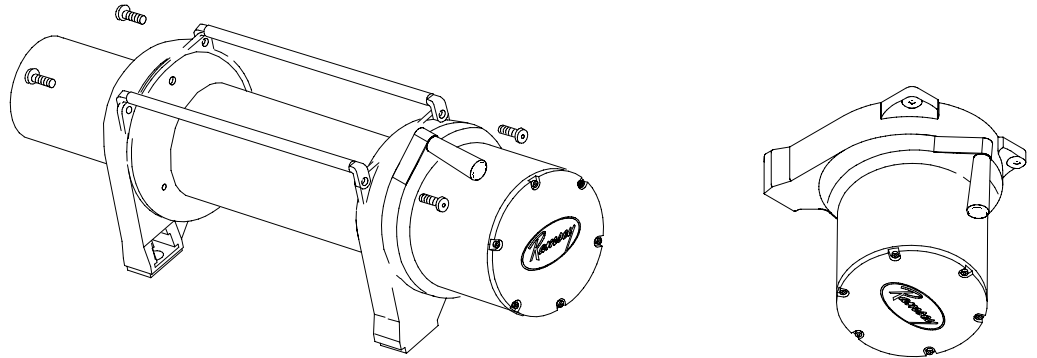

FIGURE 7
1. Placer le treuil de la manière illustrée à la figure 7. Retirer les vis des barres d'attache (à l'extrémité moteur, on peut peut-être simplement les dévisser sans les retirer). Séparer le logement de l'engrenage de l'enrouleur et du mandrin et le déposer sur l'établi en mettant le couvercle vers le haut. Retirer la bague de l'enrouleur du logement de l'engrenage ou de l'extrémité de l'enrouleur; la mettre de côté.